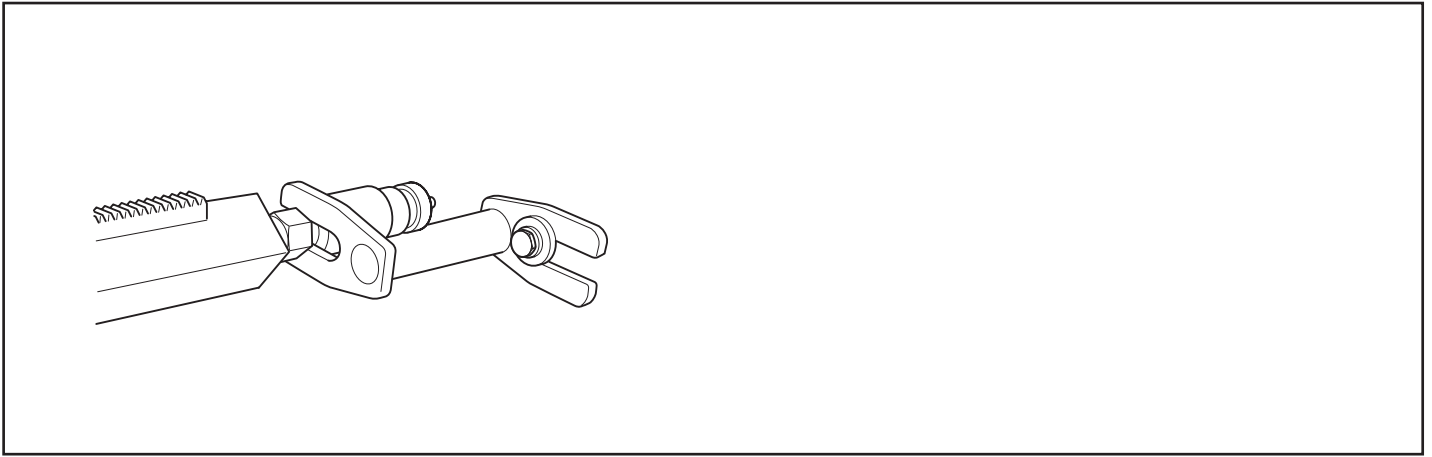

Fig. 15
6. Para uma melhor fixação da coluna de perfuração, pode-se usar a fixação de expansão (acessório extra) (Fig. 15). O suporte pode ser ajustado contra o parafuso de escora e fixada ao tecto com um parafuso de expansão. Fixe com porca de segurança de 30 mm.
6. An expander attachment (extra accessory) can be used to further secure the drill column (Fig 15). The attachment is adjusted against the support column screw and is secured on the ceiling with an expansion bolt. Secure with the locking nut 30 mm.